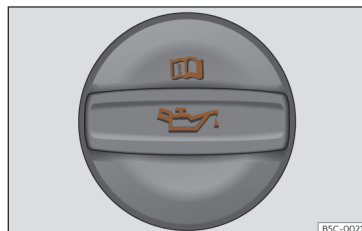

Fig. 226 Tampa do bocal de enchimento do óleo do motor no compartimento do motor.
- Localize o bocal de enchimento do óleo do motor. Reconhece-se pelo símbolo  que existe sobre a tampa >>> **Fig. 226.**
- Desenrosque a tampa do bocal de enchimento do óleo do motor >>> **Fig. 226.**